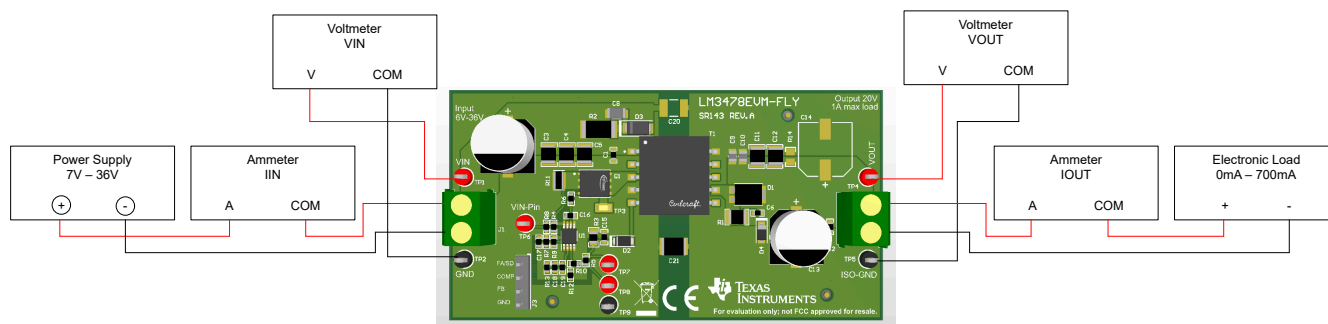

図 3-1. EVM テスト設定
1. 以下に従って、電源と負荷を評価基板の対応する接続部に接続します 図 3-1。